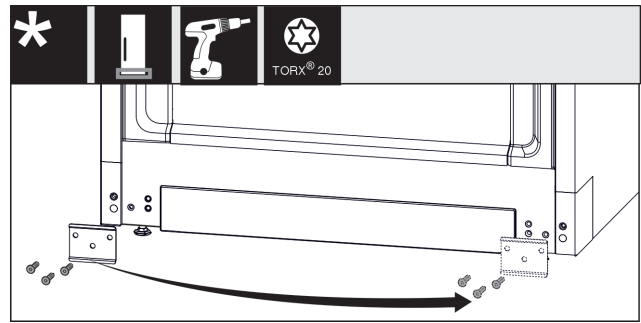

Fig. 10
- ▶ Открутите лист, переставьте на другую сторону и снова прикрутите. Fig. 10 (1)
- ▶ Снова установите крышку с другой стороны. (1)